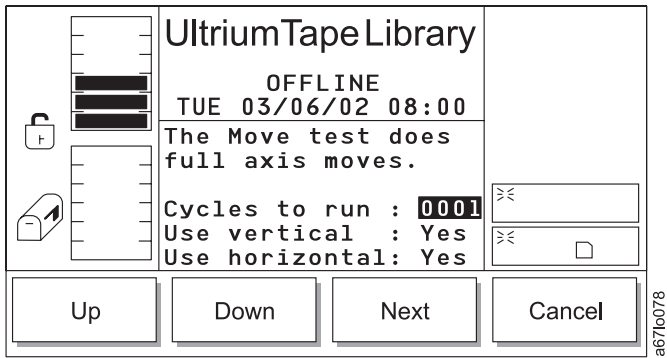

Abbildung 175. Bewegungsdialog
- Wird **Move** ausgewählt, erscheint der Bewegungsdialog (siehe Abb. 175 auf Seite 189).
Tabelle 124. Übersetzung von Abb. 175, Bewegungsdialog